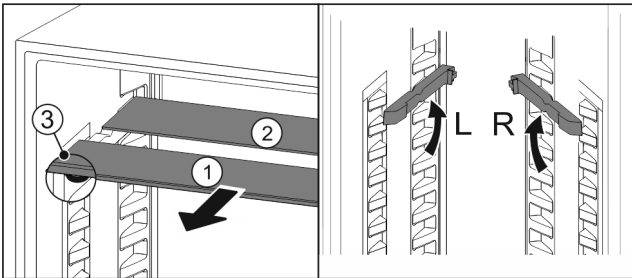

Fig. 14
- ▶ Her bir rafı tek tek öne doğru çekip çıkarın Fig. 14 (1).
- ▷ Süs çıtalı raf Fig. 14 (1) önde yer alıyor.
- ▷ Durdurucular Fig. 14 (3) aşağı bakıyor.